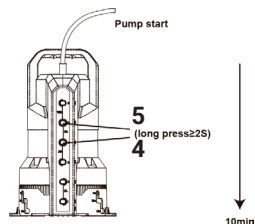

рис.8
4. Настройка отложенного выключения, как показано на рис.8